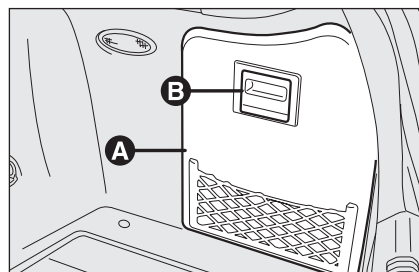

fig. 46
- ☐ aprire lo sportello laterale destro (per versioni/mercati, dove previsto) **A-fig. 46** agendo sulla maniglia **B**;